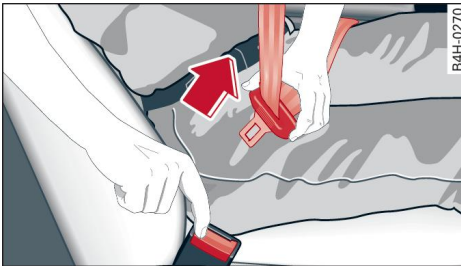

Fig. 56 Extraer la lengüeta del cierre
- Pulse la tecla roja que hay en el cierre del cinturón ⇒ *fig. 56*. La lengüeta sale.